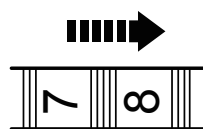

Fig. 10
>Girar el regulador de velocidad (2) hacia la derecha (visto desde la posición del operador) para reducir la velocidad máxima (Fig. 10).